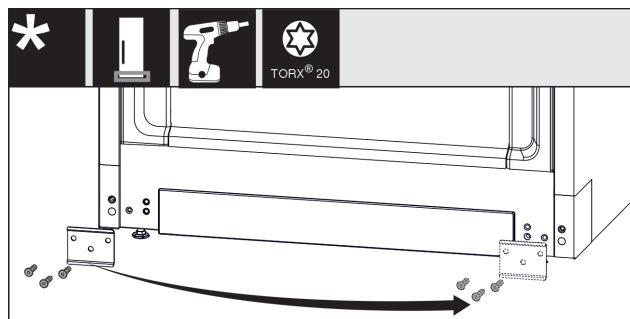

Fig. 12
- Odšroubujte plech, přesuňte jej na druhou stranu a přišroubujte jej zpět. Fig. 12 (1)
- Kryt opět nasadte na druhé straně. (1)